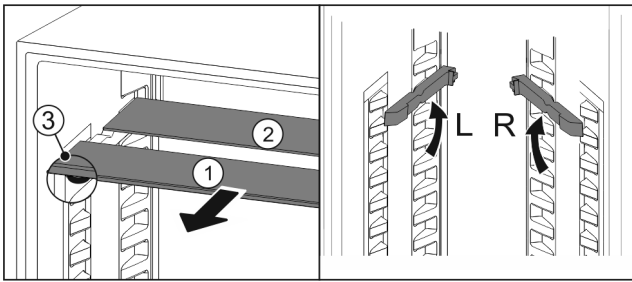

Fig. 100
- ▶ Посуньте Fig. 100 (1) скляну панель вперед.
- ▷ Скляна панель Fig. 100 (1) з декоративною планкою лежить спереду.
- ▷ Стопори Fig. 100 (3) показують вниз.